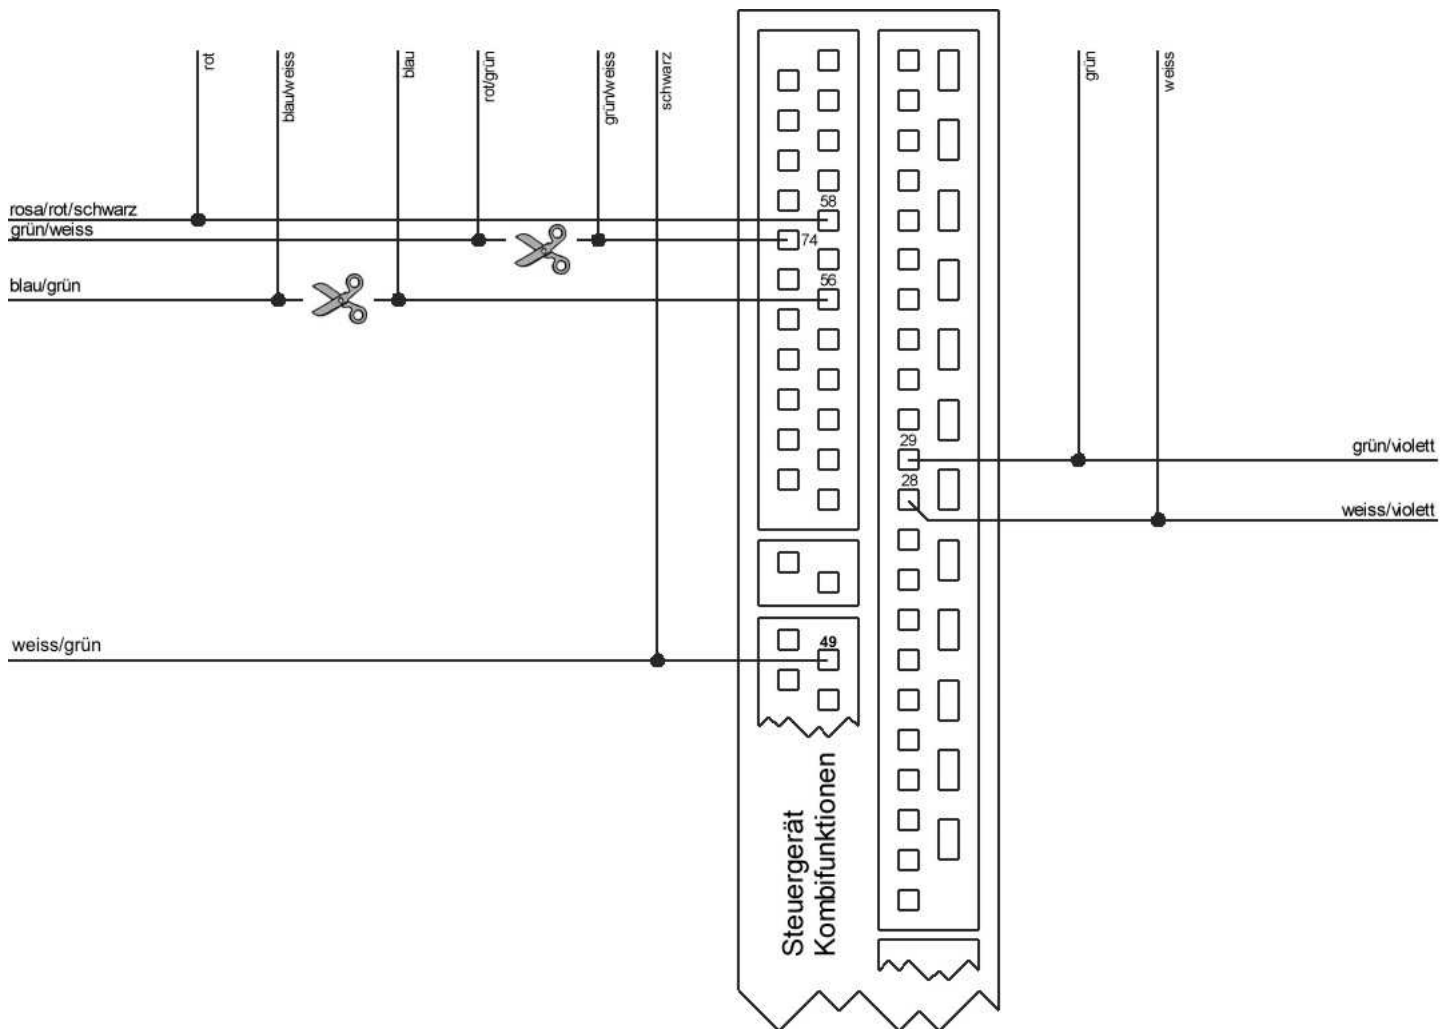

Bild 3
- Bild 3 zeigt den hinteren Teil der Steckverbinder. Die für die Dachsteuerung notwendigen Adern befinden sich auf diesen dargestellten Steckerleisten.
- Verbinden Sie die Steuerleitungen wie folgt (siehe auch Bild 3):